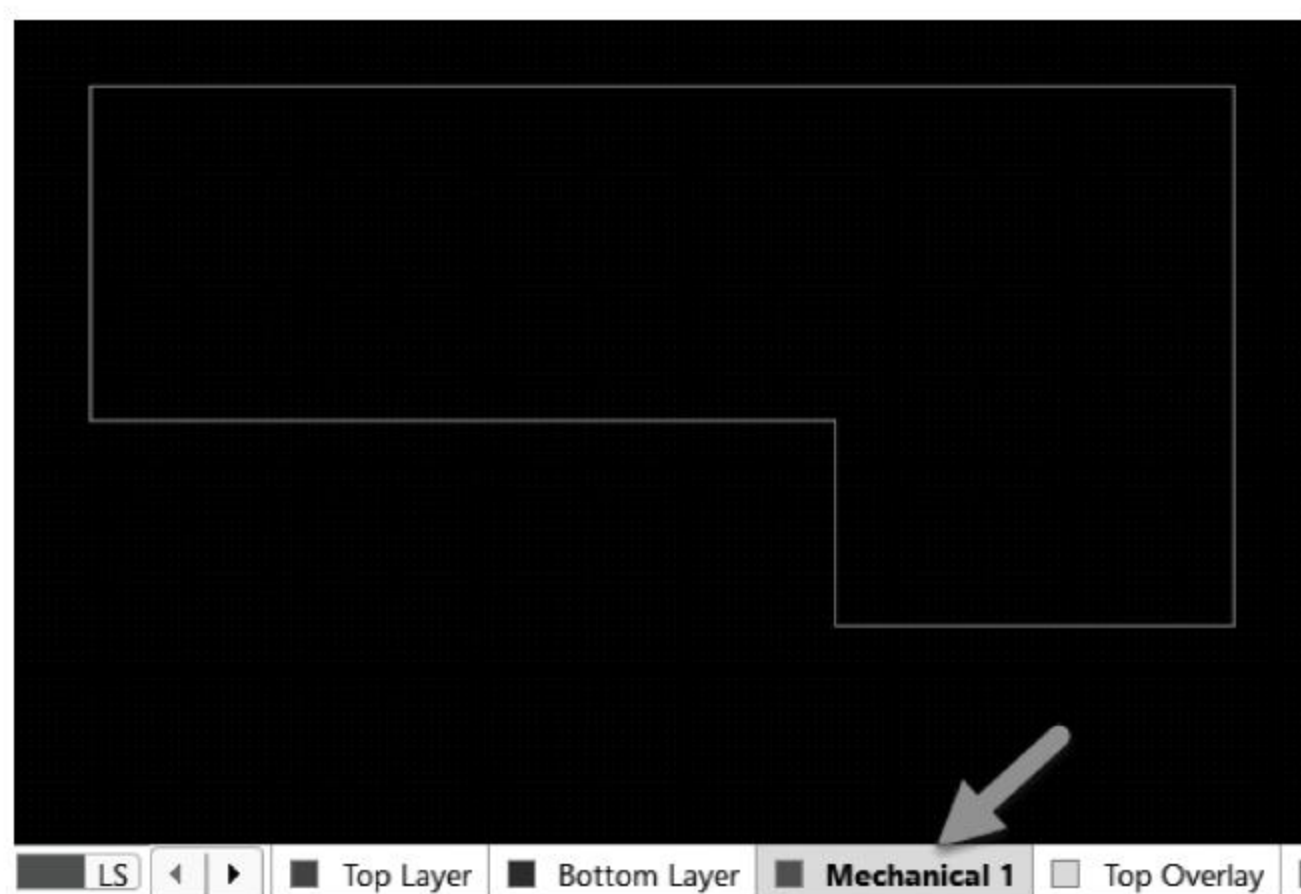

图 5-13 手工绘制板框
(1) 先切换到 Mechanical 1 层,然后执行菜单栏中“放置”→“线条”命令,在 PCB 编辑界面绘制需要的板框形状,如图 5-13 所示。